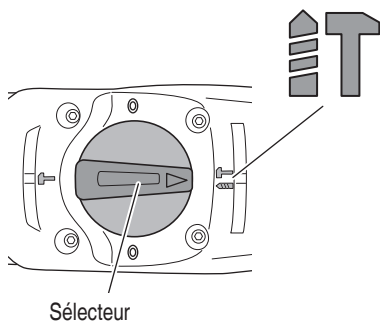

Fig. 7
- Alignez ▲ du levier du sélecteur et  du couvercle de la manivelle comme illustré à la Fig. 7.